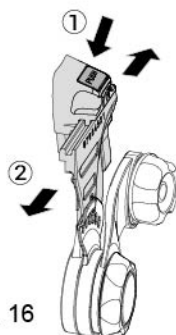

fig. 16
- Reglați distanța dintre fața utilizatorului și ecran apăsând în jos butonul fiecărui adaptor și glisând apoi în față sau în spate (consultați fig. 16).